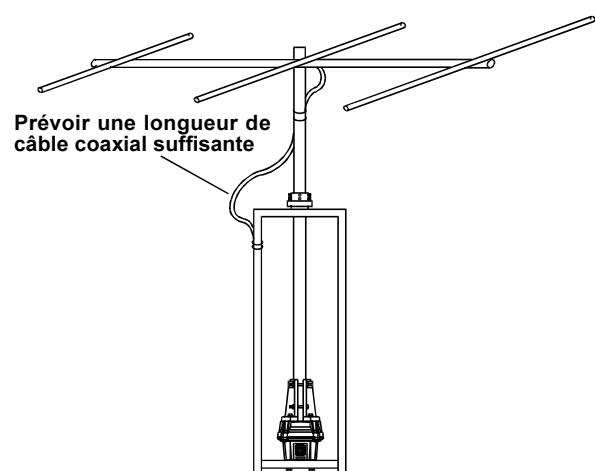

Figure 8
11. Prévoir une longueur de câble coaxial suffisante pour qu'une rotation de 450° puisse être effectuée sans gène (voir Figure 8). Enfin fixer le câble coaxial à plusieurs endroits sur le pylône en prenant garde au coulissemement éventuel du pylône.